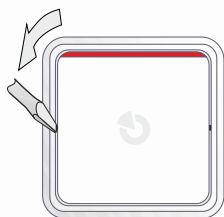

Fig. 2a
- a. Ta bort höljets ovandel (med användning av en skruvmejsel som visas i Fig. 2a).
Centralenheten detekterar och rapporterar automatiskt ett svagt batteri. Det är nödvändigt att ställa in systemet till serviceläge innan batteribytet äger rum (knappen är utrustad med en sabotagesensor). Enheten kan öppnas som visas i Fig.2a. Innan du sätter in nya batterier i enheten, vänta åtminstone tjugo sekunder eller tryck upprepade gånger på aktiveringsknappen (för att ladda ur återstående energi inuti enheten). För att säkerställa att enheten fungerar korrekt rekommenderar vi användning av batterier som tillhandahålls av Jablotrons distributionsnät eller andra högkvalitativa märkeslitiumbatterier.